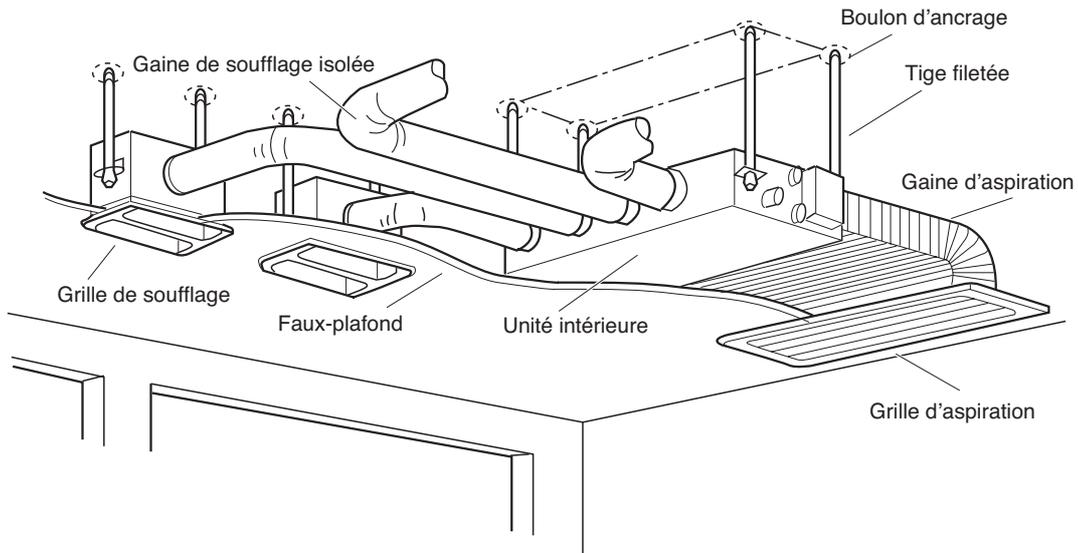

Fig. 3-62
- La figure 3-62 présente un exemple d'installation.